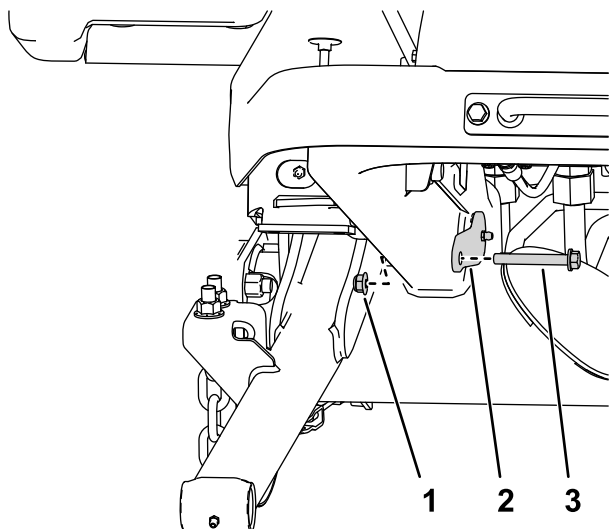

Figura 7
4. Utilizzate 2 dadi ($\frac{3}{8}$ ") e 2 bulloni ($\frac{3}{8}$ " x $2\frac{3}{4}$ ") per fissare i perni grandi al telaio (Figura 7).